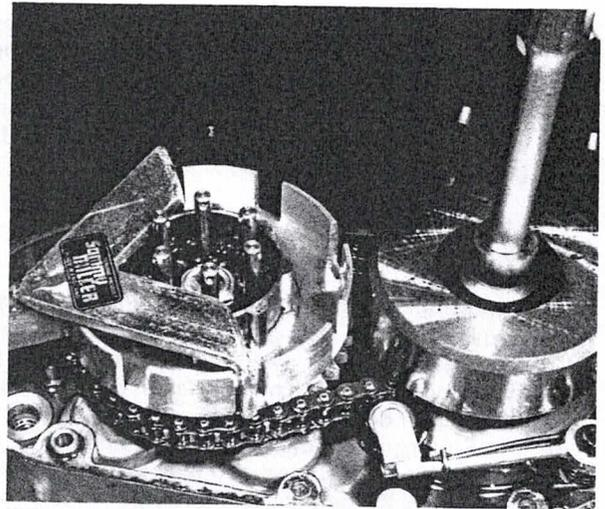

Bild 77
- Den inneren und äusseren Kupplungskorb, das Kettenritzel der Kurbelwelle mit dem Schwungrad und die Primärkette miteinander einbauen (Bild 77). Alle drei Teile müssen gleichzeitig eingebaut werden, weil die Kette endlos vernietet ist. Dabei darauf achten, dass die Keilnut des Kurbelwellenritzels auf den Kurbelwellenkeil ausgerichtet ist.